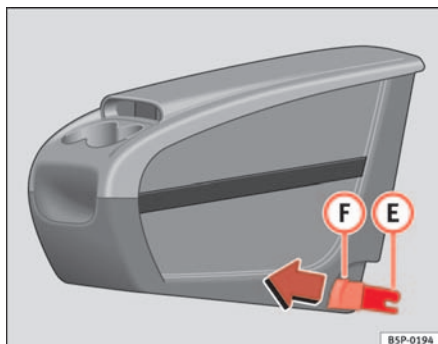
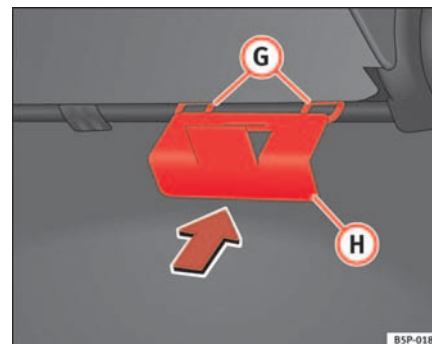

Abb. 109 Zusätzliche Ablage. Anbringen
Abb. 110 Halteplatte der zusätzlichen Ablage
- Die Halteplatte ④ ⇒ Abb. 110 der zusätzlichen Ablage vom Fahrzeuginnern aus auf der Rückseite des Sitzes befestigen. Sie muss sich zwischen der Lehne und dem Sitzkissen im Bereich des mittleren Rücksitzes befinden.
- Die beiden Befestigungselemente **(E)** ⇒ Seite 145, Abb. 109 zu den beiden Befestigungsringen **(G)** ⇒ Seite 145, Abb. 110 ausrichten und die beiden Klammern vollständig in die Befestigungsringe eindrücken.
- An den Knöpfen ⇒ Seite 145, Abb. 109 **(F)** der Klammern nach vorne ziehen (rote Knöpfe), bis sie hörbar ausgehängt sind.